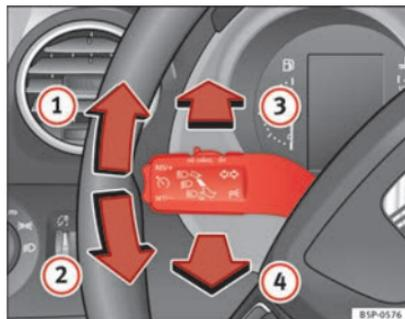

Abb. 75 Blinker- und Fernlichthebel
- Drücken Sie den Hebel bis zum Anschlag nach oben ⇒ Abb. 75 ①, um **rechts** zu blinken bzw. nach unten ②, um **links** zu blinken.
- Drücken Sie den Hebel bei eingeschaltetem Abblendlicht nach vorne ⇒ Abb. 75 ③, um das Fernlicht einzuschalten.
- Drücken Sie den Hebel zum Lenkrad, ⇒ Abb. 75 ④ um das Fernlicht auszuschalten.